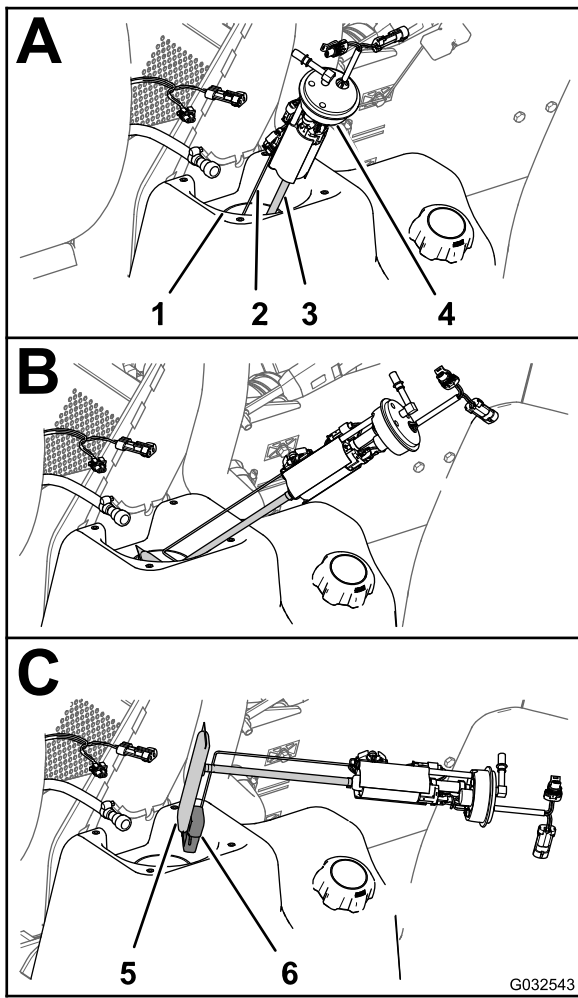
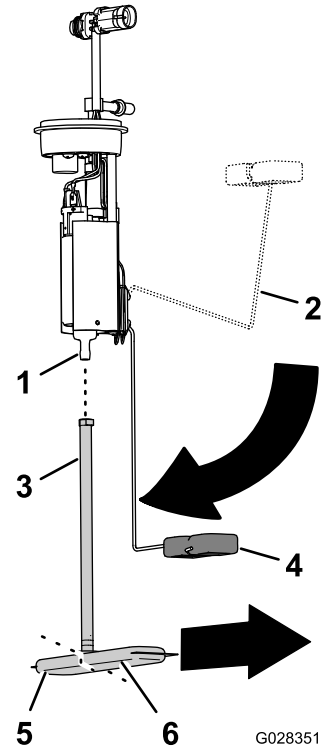

图 75
图 76
4. 从油箱颈上小心地提起并旋转燃油泵/发送装置图 75。
1. 从燃油泵的接头上拆下燃油滤清器的集油管图 76。
2. 将新燃油滤清器的集油管与燃油泵的接头对齐图 76。
3. 在浮子臂处于空位时将燃油滤清器的长腿与浮子对齐图 76。
4. 将燃油泵接头插入集油管直至接头完全到位图 76。
1. 同时支撑浮子臂和集油管并将浮子和燃油滤清器划入燃油箱的加油口 图 75。
2. 将燃油泵/发送装置放入油箱的加油口 图 75 和 图 76。
3. 将密封件和螺母放在燃油泵/发送装置上方、油箱颈上面并用手拧紧螺母 图 75。
4. 将燃油软管的连接头连接至燃油泵的接头 图 75。
5. 将机器线束的 2 插槽接头连接至燃油泵/发送装置的 2 针接头将机器线束的 2 针接头连接至燃油泵/发送装置的 2 插槽接头 图 75。